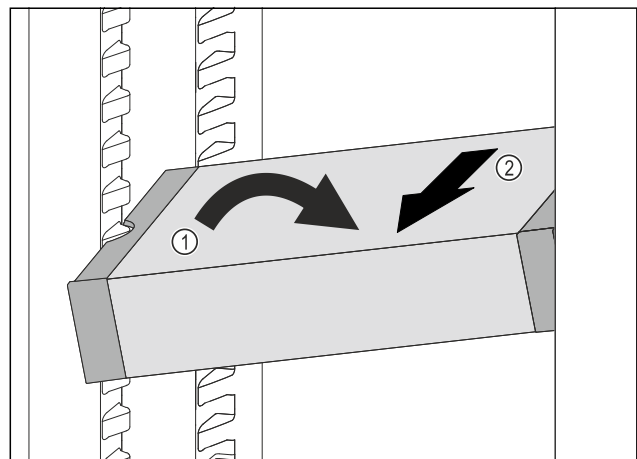

Fig. 119
- ▶ Расположите VarioSafe в холодильном отделении под наклоном. Fig. 119 (1)
- ▶ Извлеките VarioSafe движением вперед. Fig. 119 (2)